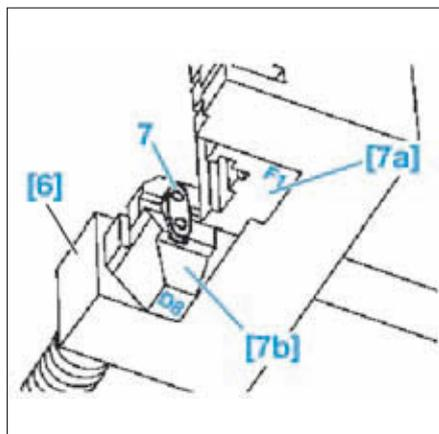

FIG. 10
- Placer l'outil [7a] (marque F1) et [7b] (marque D8) sur l'outil de rivetage [6] (Fig.10).
- Mettre en place la plaquette extérieure neuve (7) sur l'outil [7b].